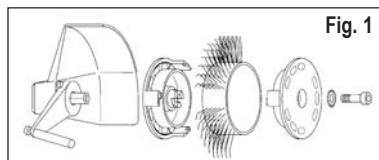
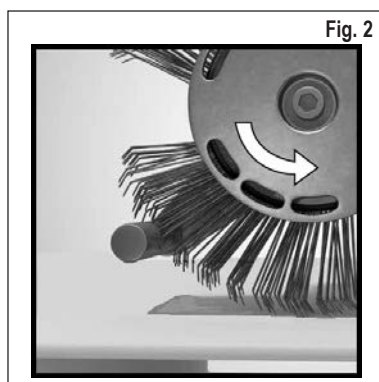

Fig. 1
Fig. 2
3. Interrompere l'alimentazione dell'aria compressa e poi fissare all'utensile il Nastro Bristle Blaster® da 23 mm o da 11 mm in modo appropriato con il rispettivo Sistema di Supporto (fare attenzione al senso di rotazione) e la prevista vite e rosetta elastica dentata a ventaglio. Vd. Fig. 1 e Fig. 2
- State utilizzando un Nastro Bristle Blaster® nel senso di rotazione errato? – Orientate il nastro spazzole in modo tale che scorra nella direzione prevista (vd. Cap. 7, Messa in funzione, Fig. 2).